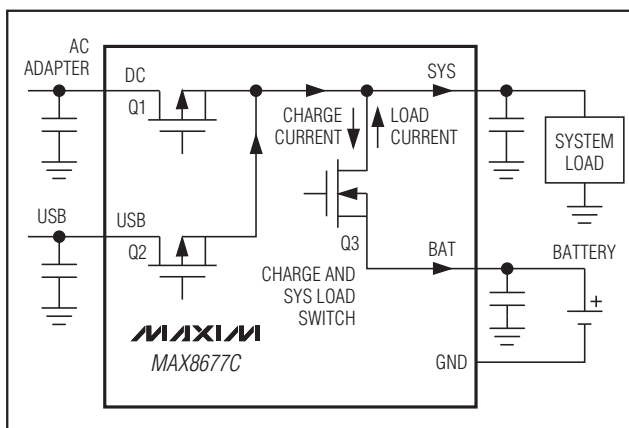

図4. Smart Power Selectorのブロック図
MAX8677CのSmart Power Selectorは、外部入力、バッテリー、およびシステム負荷の間で電力をシームレスに分配します(図4)。実行される基本的な機能は次の通りです。
利用可能な電圧ソースがDCまたはUSBに存在しない場合、内蔵された40mΩのMOSFET (図4のQ3)がSYSをBATに接続します。DCまたはUSBで外部ソースが検出されると、このスイッチはオープンになり、適正な入力ソースから入力制限器を通してSYSへの給電が行われることになります。
入力電圧制限器は、本質的にはLDOレギュレータです。ドロップアウト状態において、このレギュレータはDCとSYSの間に接続された0.2ΩのMOSFET (図4のQ1)を通してわずかな I^2R 損失を生じます。ACアダプタまたはUSB電源が接続されている場合、入力制限器は、外部電源からの電力をシステム負荷とバッテリーチャージャに分配します。SYSで電力をシステム負荷とチャージャ負荷に与えるという入力制限器の第一の機能に加えて、利用可能な電力の使用を最適化するための次のような追加機能を実行します：
- **入力電圧制限。**入力電圧が過電圧スレッショルド (6.9V typ)より高い場合、MAX8677Cは過電圧ロックアウト(OVLO)に入ります。OVLOは、DCで最大14V、USBで最大8Vまでの高電圧ストレスから、MAX8677Cおよび後続の回路を保護します。OVLOではVLはオンのままで、過電圧が印加された入力スイッチ(図4のQ1、Q3)がオープンし、該当するパワーモニタ出力(DOK、UOK)がハイインピーダンスに、そしてCHGがハイインピーダンスになります。
DCとUSBの両方で過電圧が発生した場合は、両方のスイッチ(図4のQ1およびQ2)がオープンになり、チャージャがオフになります。BAT-SYS間のスイッチ(図4のQ3)がクローズされて、バッテリーからSYSへの給電が可能になります。
入力電圧がBATより低い場合、または3.5V (立下り)のDC低電圧スレッショルドより低い場合も不適正です。入力電圧が不適正である場合、SYSは40mΩのスイッチ(図4のQ3)を通してBATに接続されます。
スイッチ(図4のQ1またはQ2)を流れる電流の総量は、SYSの負荷電流とバッテリー充電電流の合計です。制限器は4.35Vでクランプするため、入力電圧が4.35Vより高い場合は、制限器の電力損失が増大します。制限器の電力損失は $(V_{DC} - 4.35) \times I$ ですが、 $I^2 \times 0.2\Omega$ より小さくなることはありません。また、MAX8677Cは6.9V (公称)を超えるすべての入力をオフにすることも注意してください。